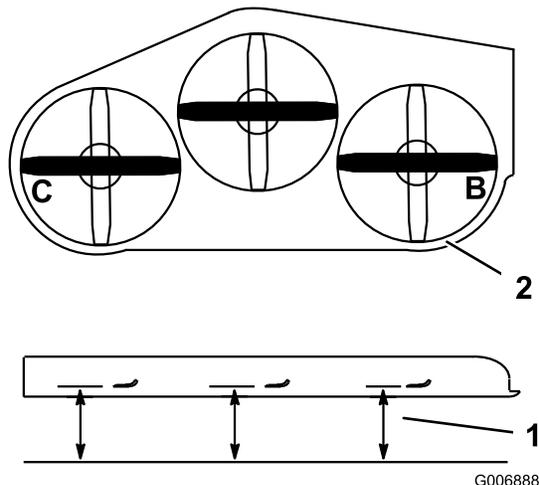

Figura 80
1. Posicione a lâmina **direita** na horizontal (Figura 80).
2. Meça a lâmina direita no local **B**, de uma superfície nivelada à extremidade de corte da ponta da lâmina (Figura 80).
4. Posicione a lâmina esquerda na horizontal (Figura 80).
5. Meça a lâmina esquerda no local **C** (Figura 80), de uma superfície nivelada à extremidade de corte da ponta da lâmina.